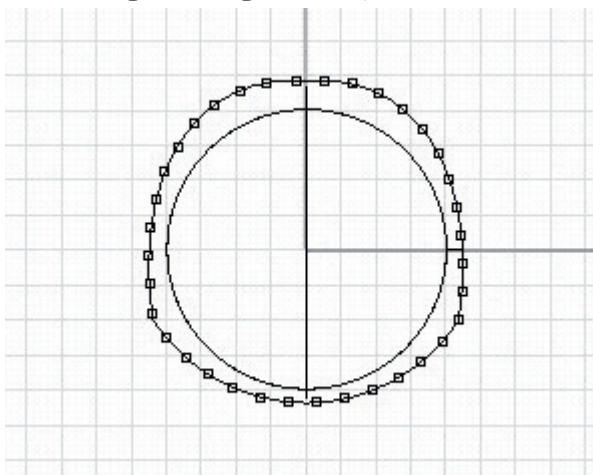

Рис. 75. Окружность с увеличенным количеством точек
10. В окне Top выделяем внешнюю окружность. Вводим команду Divide. Нажимаем Enter. В окне вводим количество точек — 36, увеличивая возможности редактирования, и нажимаем Enter (рис. 75)